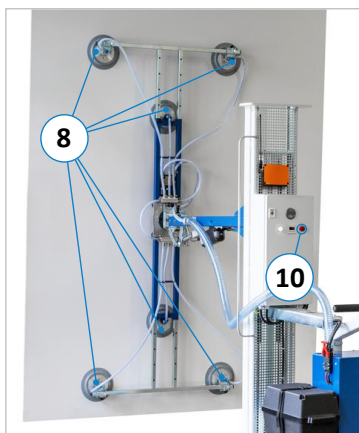

Abbildung 17: Vakuum-Sauggreifer
- Über die sechs in ⇒ Abbildung 17 gezeigten Vakuum-Sauggreifer (8) wird das aufzuspannende Plattenmaterial fixiert. Die äußeren vier Vakuum-Sauggreifer (8) lassen sich durch Verschieben an die Größe der aufzuspannenden Platte anpassen. Die detaillierte Vorgehensweise finden Sie im Abschnitt ⇒ 11.12.